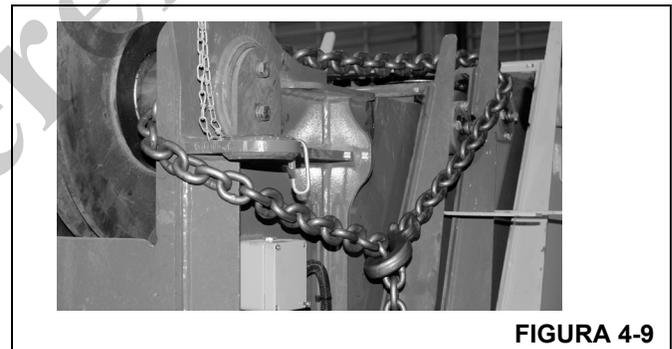

FIGURA 4-9
4. Use una cadena para sujetar las secciones de extremo, central exterior y central interior juntas. Esto impedirá la extensión inadvertida o inesperada de estas secciones durante el desarmado de la pluma Figura 4-9.